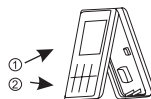

Рис. 4
7. Закрепите переднюю панель пульта на задней крышке пульта (рис. 4). Для этого: